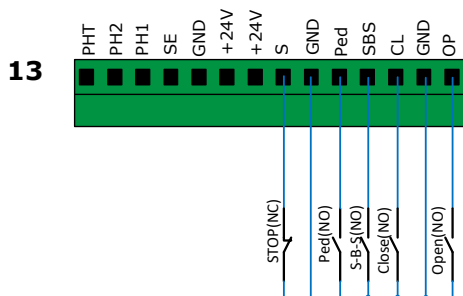

Рисунок 11. Подключение внешних устройств управления
S	Вход безопасности для остановки движения или запрета движения устройством с нормально-закрытым контактом (NC). В случае, если устройства безопасности не подключаются — необходимо установить перемычку на GND. Пример подключения Рисунок 11